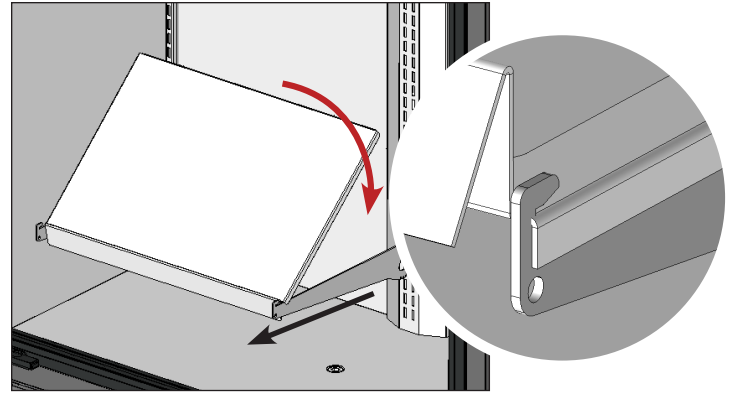

Fig. 5. Coloque el estante mientras levanta su parte posterior. Asegúrese de que los costados del estante cuelguen sobre el soporte.
Fig. 5. Los modelos de la serie GDM-5 incluyen una protección con flujo de aire en los estantes traseros para mantener un espacio de aire en la parte posterior del equipo.
4. Levante la parte posterior del estante. Coloque el estante sobre las escuadras de soporte para estantes. Consulte la fig. 5.
5. Baje con cuidado la parte posterior del estante y deslícelo debajo de la pestaña del soporte para estantes. Consulte las figs. 5 y 6.